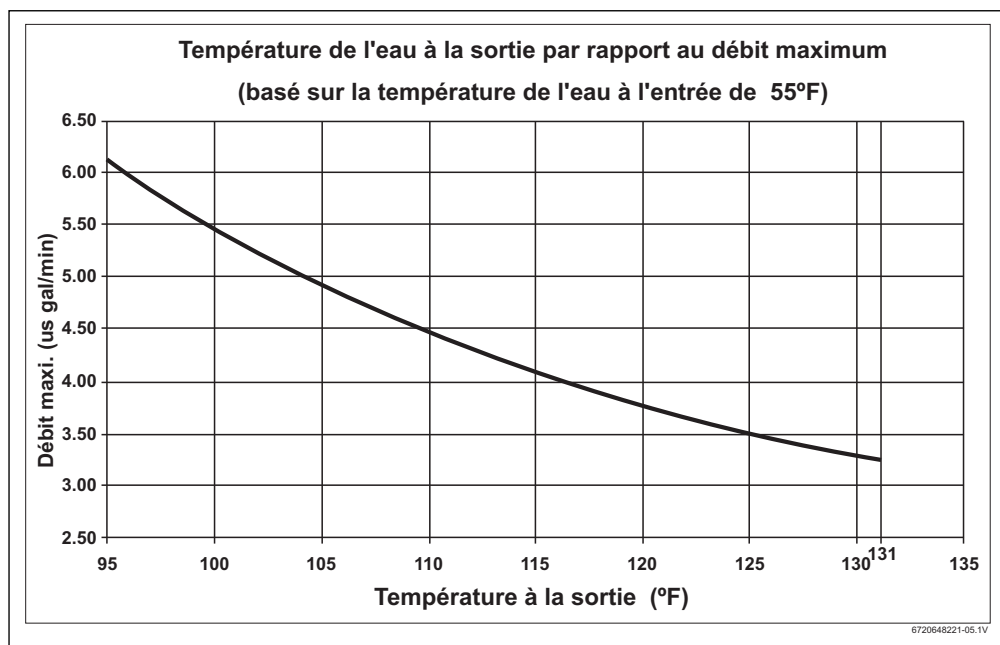

Fig. 8
- ▶ Régler le robinet de sectionnement de sortie jusqu'à ce que le débit du robinet d'eau chaude corresponde à la valeur indiquée sur la Fig. 8 ci-dessous.
Ces chiffres sont basés sur une température de l'eau à la sortie de 55 °F et une tension d'alimentation de 240 volts. Si la température de l'eau à l'entrée est inférieure à 55 °F, ou si la tension d'alimentation est inférieure à 240 volts, la température à la sortie sera inférieure aux données indiquées Fig. 8. Réduire le débit et/ou alimenter l'unité avec du 240 volts si une température à la sortie plus élevée est souhaitée.
La température de l'eau à l'entrée est trop froide	Vérifier que le chauffe-eau est correctement configuré par rapport à sa localisation géographique. Tourner le bouton de température, en bas du chauffe-eau, dans le sens des aiguilles d'une montre, jusqu'au bout, pour la température maximale. Vérifier que les débits sont inclus dans les spécifications du chauffe-eau. Consulter la Fig. 8, page 13 du présent manuel. L'utilisation d'une vanne d'isolement sur la sortie d'eau chaude est recommandée pour contrôler le débit.
La température indiquée sur le cadran est trop basse	Tourner le cadran de température situé en bas du chauffe-eau dans le sens des aiguilles d'une montre afin d'augmenter la température. Consulter Fig. 8 pour connaître la température de sortie par rapport au débit.
Le débit est trop fort	Régler le débit pour rester dans le cadre des spécifications du chauffe-eau. Voir Fig. 8 du présent manuel.
La pression des robinets de sectionnement est trop faible	Régler la vanne de sortie fournie par l'installateur tel que décrit ci-dessous: <ul style="list-style-type: none"> • Ouvrir complètement les robinets de sectionnement d'entrée et de sortie au niveau du chauffe-eau. (S'ils ne sont pas installés, les installer avant toute utilisation). • Ouvrir complètement le dispositif d'eau chaude alimenté par le chauffe-eau, au débit le plus fort (par ex. : baignoire). • Fermer doucement le robinet de sectionnement pour diminuer le débit jusqu'à ce que la température de la sortie d'eau chaude corresponde aux valeurs indiquées Fig. 8 du présent manuel, ou jusqu'à atteindre la température de l'eau désirée.
Le débit varie. L'alimentation en eau est raccordée à la sortie de l'unité.	Les variations importantes du débit peuvent avoir un impact négatif sur la température de l'eau du chauffe-eau. Le passage d'une installation majeure à plusieurs installations en une fois peut provoquer la fluctuation de la température. Il est recommandé de rester dans le cadre des spécifications du chauffe-eau. Voir Fig. 8.